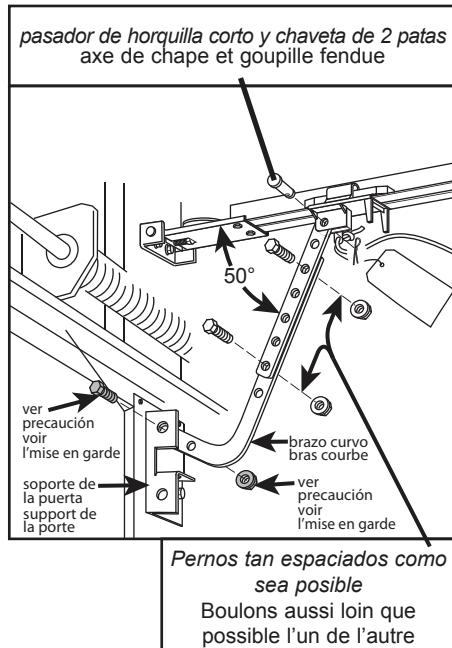

FIG. 2-9 Acoplando los brazos de la puerta.
- Sujete la derivación corta del brazo curvo de la puerta al soporte de la puerta con el perno y la tuerca de cierre (Fig. 2-9).
- Sujete el brazo recto al corredizo usando el pasador de horquilla y pasador de 2 patas (Fig. 2-9).
- Con los brazos dispuestos en esta posición, sujeté los brazos juntos usando pernos y tuercas tan espaciados como sea posible (Fig. 2-9).
- Fixez la partie courte du bras de porte incurvado al soporte de la puerta a la ayuda de un tornillo y un tornillo de bloqueo (Fig. 2-9).
- Fixer el bras droit al chariot a la ayuda de el eje de chape y la goupille fendue (Fig. 2-9).
- Placer los boulons disposados ainsi, resserrer los bras ensemble a la ayuda de los boulons y los tornillos tambien lejos que sea posible el uno de el otro (Fig. 2-9).